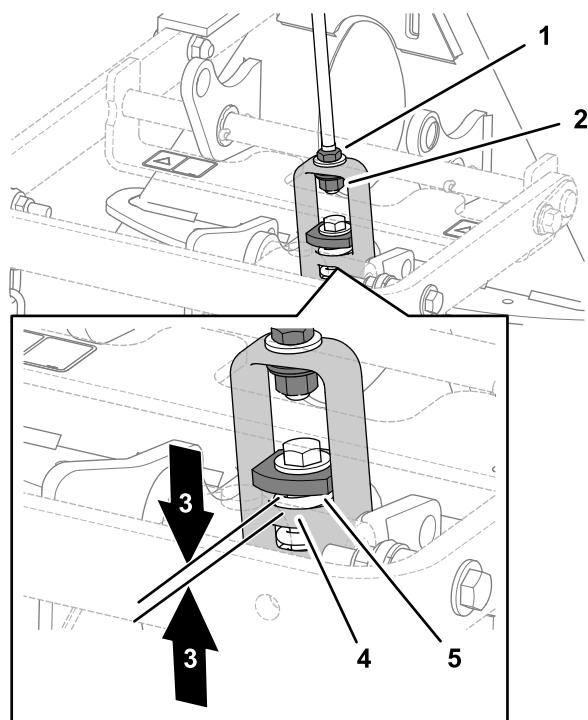

図 8
3. すきまの大きさが適正でない場合は、リンクアセンブリについているジャムナットをゆるめ、調整ナットを締め方向またはゆるめ方向に回してすきまを調整する図 8。
2. ヘビーワッシャから昇降ヨークの肩との間のすきまを測って、図 8に示すようになっていることを確認する。
注 ヘビーワッシャから昇降ヨークの肩との間のすきまの大きさが 1.5 2mm であれば、リンクの調整は適正である図 8。